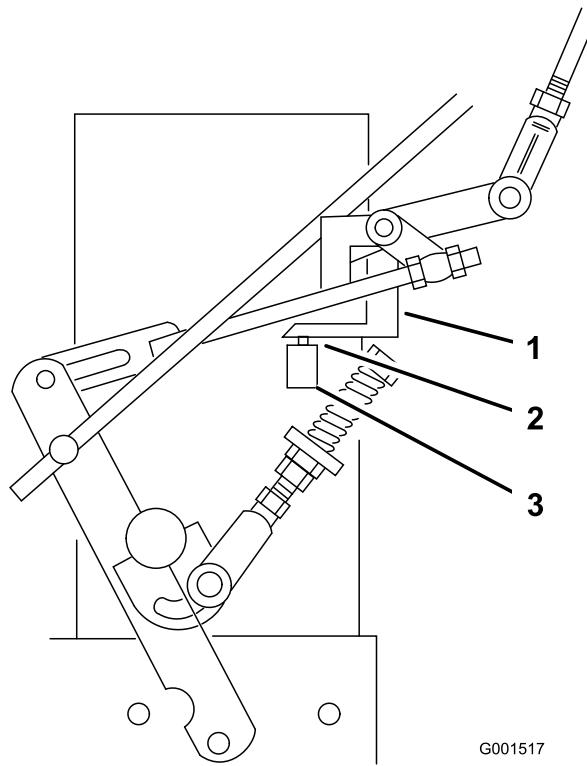

Figura 35
- 7. Compruebe que el interruptor de seguridad está oprimido y que queda un espacio de 8 mm (5/16 pulg.) entre la barra accionadora y el interruptor. (Figura 35).
- 8. Si es necesario, ajuste la posición del interruptor para crear el espacio de 5/16 pulgadas (8 mm) (Figura 35).